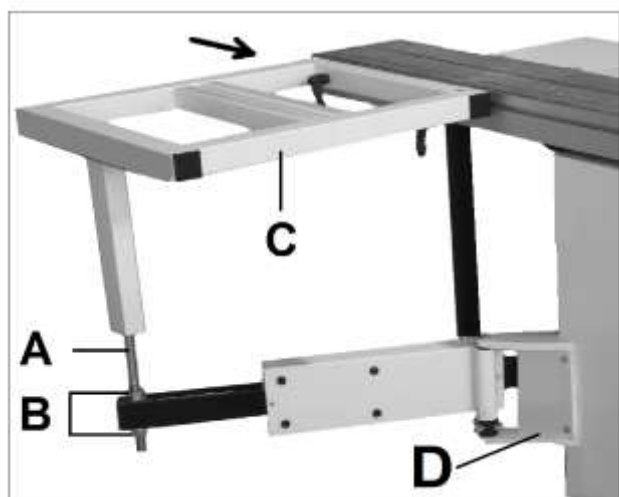

Рис. 11
Вдвоём осторожно поднимите подвижный стол, установите на место и закрепите Т-образными болтами с гайками (см. рис. 11).
Закрепите узел поворотного рычага (D, рис. 11) на корпусе четырьмя винтами с внутренним шестигранником и шайбами.
Установите поперечный стол (C, рис. 11) на опорный стержень телескопического рычага (A).